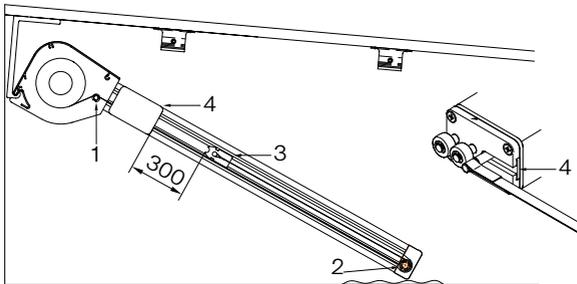

Abb. 14: Einhängen der Zugbänder
- » Die Zugbänder über die Umlenkrolle im Markisenkasten legen (1 – Abb. 14).
- » Zugbänder um die untere Umlenkrolle führen (2 – Abb. 14).
- » Zugbänder in die Haken (1 – Abb. 9) einhängen, Zugband am Haken ziehen und in die Fallstange einschieben (4 – Abb. 14), bis dieser eingerastet ist.